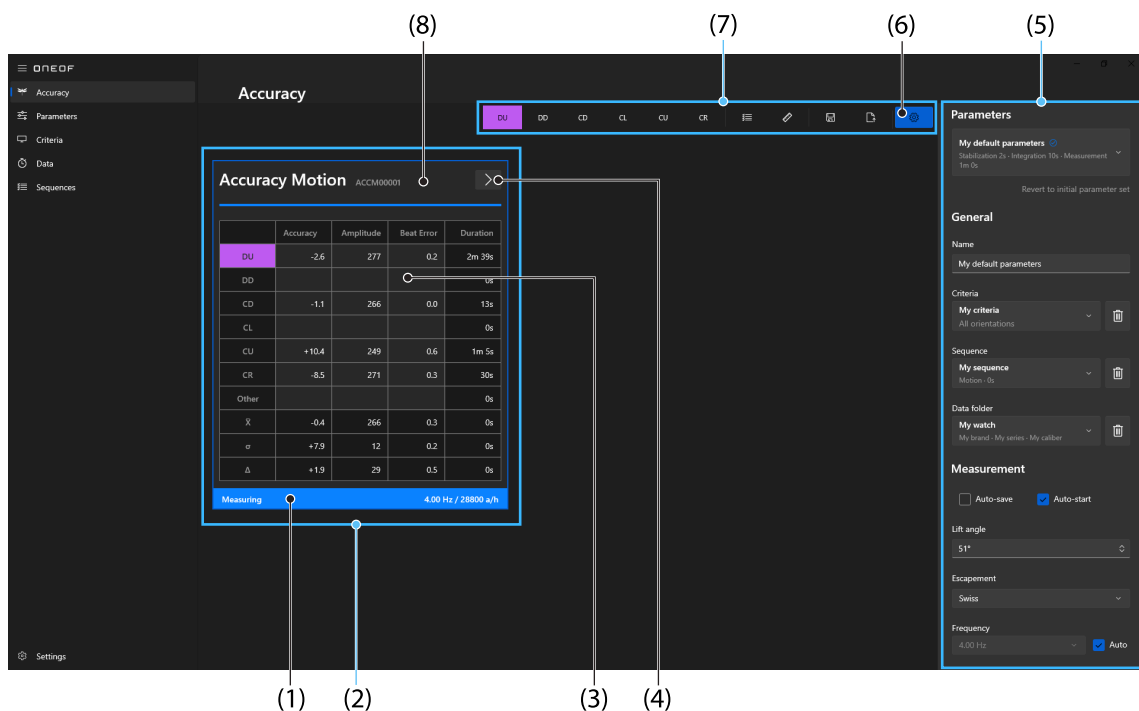

FIG. 6-2 - Accuracy Motion (Scheda Precisione)
Per visualizzare i **Device parameters** (vedere (5), FIG. 6-2), ricordarsi di selezionare la finestra **Device overview** (vedere (2), FIG. 6-2).